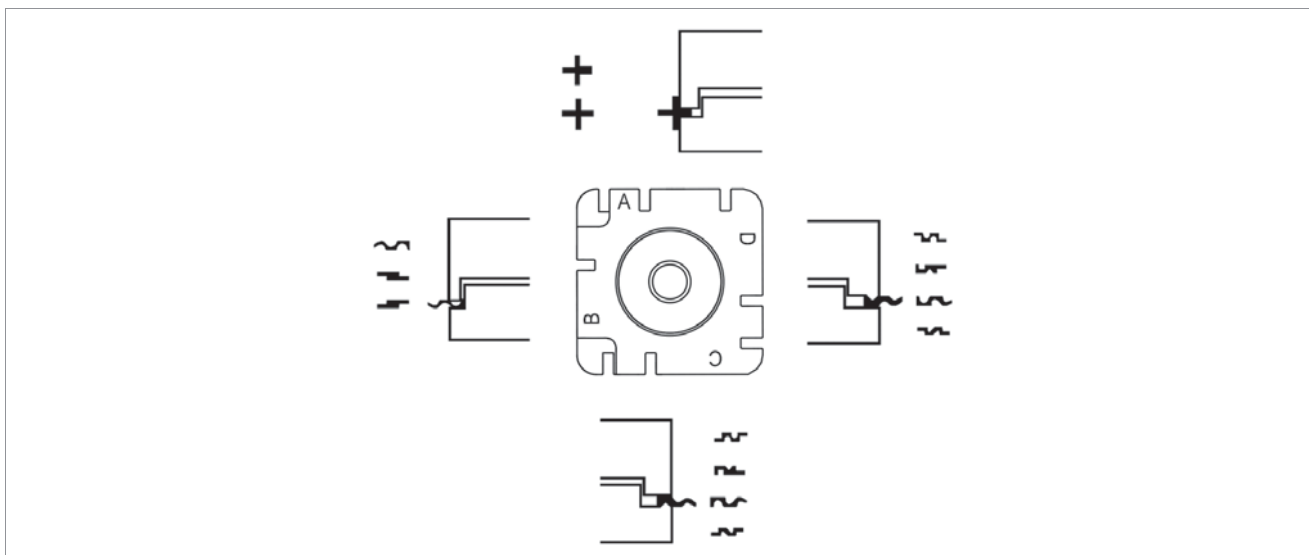

Fig. 21
- **Lado A** de la mordaza: para llaves con apoyo en el lomo, llaves de doble cifrado sin canal y llaves en cruz (Fig. 21);
- **Lado B** de la mordaza: para llaves con apoyo en el lomo con profundidad de cifrado inferior a 3,9 mm (Fig. 21);
- **Lado C y D** de la mordaza: para llaves de doble cifrado con bloqueo en el canal (Fig. 21).